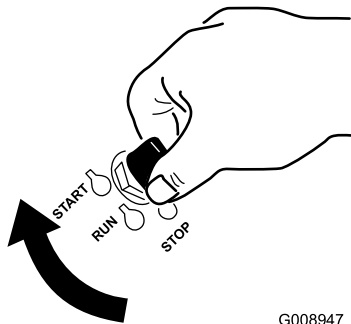

図 13
1. 始動キーを Start 位置に回す (図 13)。エンジンが始動したら、キーから手を離す。
7. 始動キーを Start 位置に回す（図 13）。エンジンが始動したら、キーから手を離す。